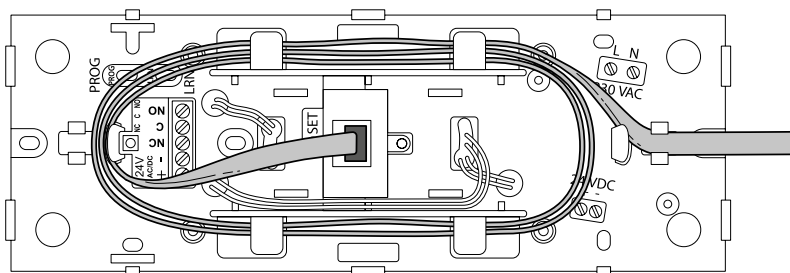

Fig. 25: Pumpenkabel um die Kabelaufwicklung legen
- Das Pumpenkabel an der Vorderseite der Elektronikbox soweit erforderlich um die dafür vorgesehene Kabelaufwicklung legen (Fig. 25).
- Das Pumpenkabel - je nach Bedarf - an den Schmalseiten der Elektronikbox rechts oder links genau auf der Mitte der kurzen Seite herausführen (Fig. 25). Der Deckel der Elektronikbox enthält in der Mitte eine entsprechende Aussparung zur Durchführung des Pumpenkabels.